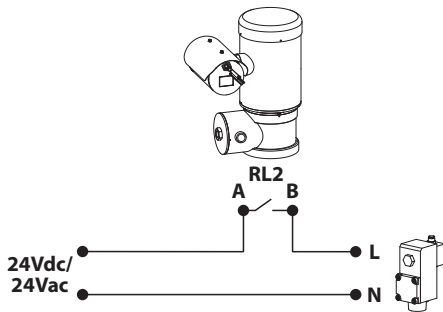

Рис. 14
- Выполните соединения согласно изображенной ниже схеме (Рис. 14, страница 14).